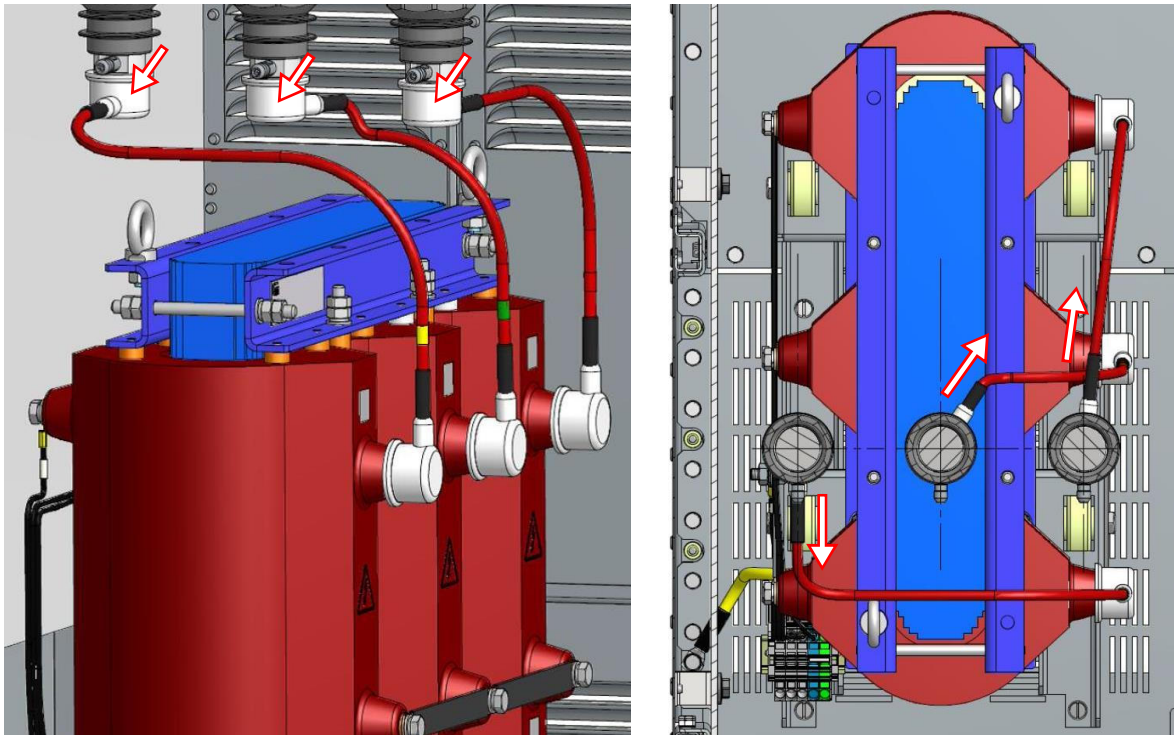

Рис.4.40. Подключение высоковольтных жгутов к шинам КДТН
- Подключить высоковольтные жгуты к шинам КДТН соответствующих фаз, закрепив их болтом М6х16 через шайбу пружинную и две плоских под М6, рисунок 4.40 - слева. Ори-